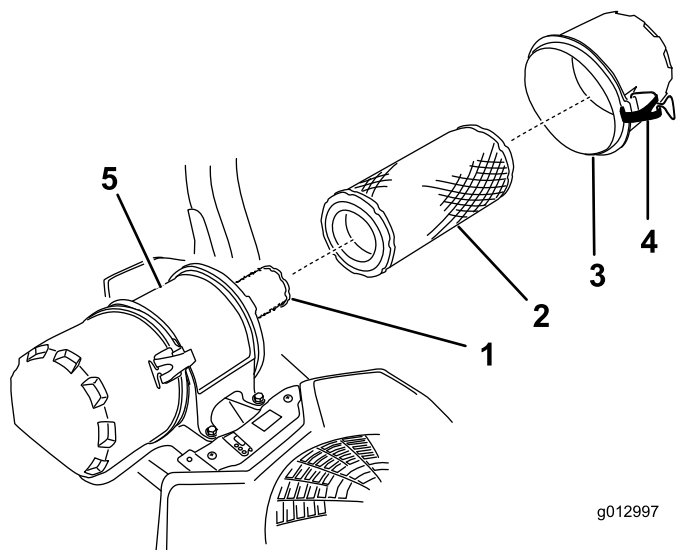

Figura 41
- Abra los cierres del limpiador de aire y tire de la tapa de la entrada de aire para separarla del cuerpo del limpiador de aire (Figura 41).
- Extraiga con cuidado el filtro primario de la carcasa del limpiador de aire (Figura 41).
- Si va a cambiar el filtro interno, deslícelo cuidadosamente en el cuerpo del filtro (Figura 41).
- Deslice cuidadosamente el filtro primario por encima del filtro de seguridad (Figura 41).
- Instale la tapa del limpiador de aire y fije los cierres (Figura 41).